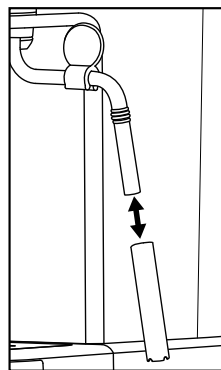

Figura 4
- 5) Sfilare l'involucro del montalatte 10 (Figura 4) e pulirlo accuratamente in acqua calda.
- 7) Far scorrere nuovamente l'involucro sull'ugello (Figura 4).